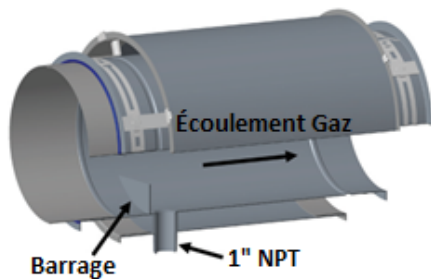

Figure 30 - Longueurs de drainage horizontale
1. La longueur de Drainage horizontale est équipée d'un raccord de 1" (25) NPT, qui est fixé à la conduite intérieure et s'étend à travers le boîtier extérieur pour fournir un chemin pour vidanger, condenser ou l'eau de la cheminée. Voir la figure 30.
3. Le drain de conduit est destiné à être utilisé à la fin d'une conduite horizontale où l'accès et le drainage sont nécessaires (voir Figure 30).